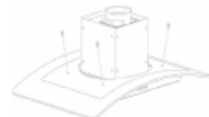

Bild.6
- Justera de 4 glasskruvarna för att se till att glaset spiskåpan är väl fixerade tillsammans och sitter säkert, se bild 6.